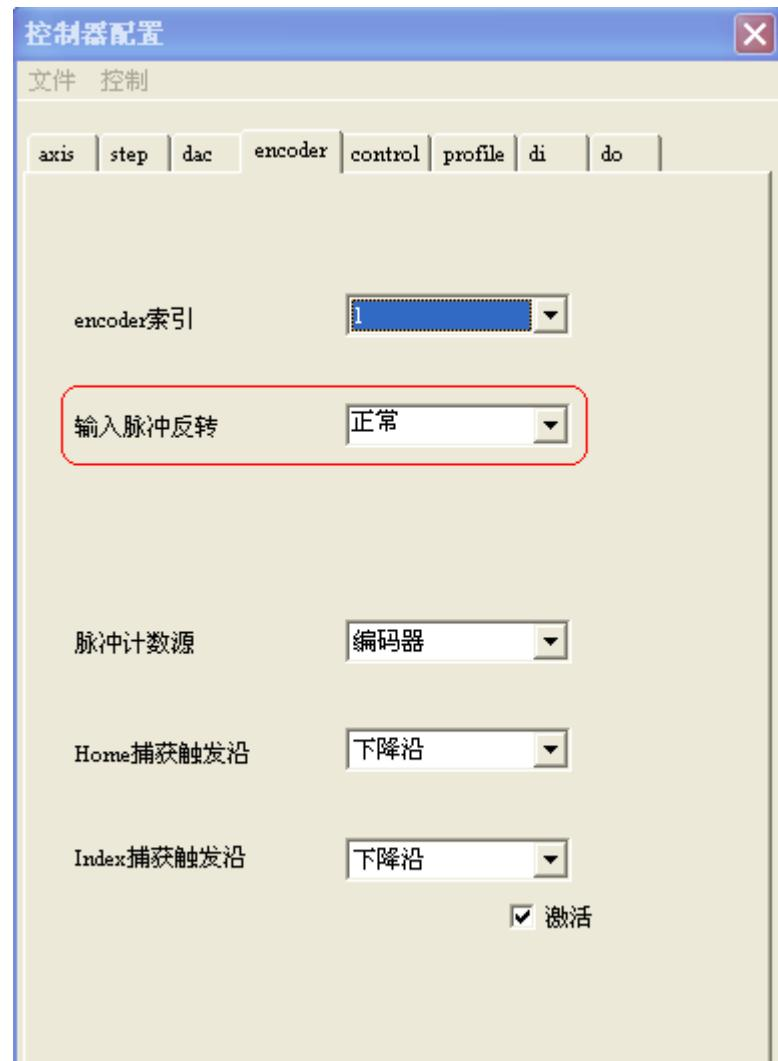

图 4-37 闭环配置示例之 encoder 配置界面
- 4) 选择 encoder (选项用来配置脉冲计数源以及 Home 捕捉以及 Index 捕捉边沿), 配置成如图 4-9 encoder 配置界面所示, 也即默认配置。如果电机正反馈, 可以修改“输入脉冲反转”为“正常”(默认为“取反”), 使电机控制正常, 如图 4-37 所示。